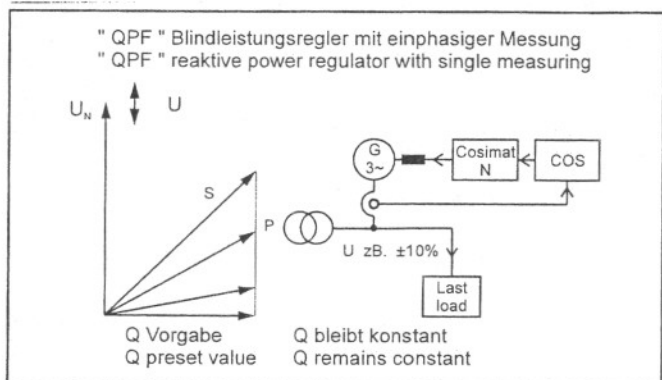

Рис.12 – Дополнительный блок QPF A
**(Рис.12 Дополнительный блок QPF A)**